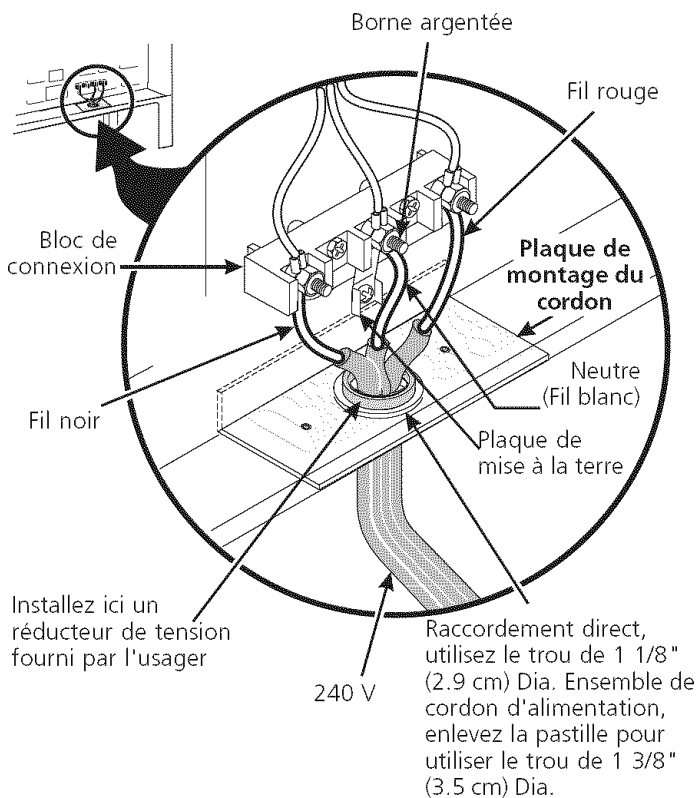

Figure 4
NOTE: L'appareil sort de l'usine avec un trou de 1 1/8" (2.9 cm) dia. tel que montré à la figure 4. Si un trou plus grand est requis, repoussez la pastille.
2. Utilisez les écrous fournis dans l'enveloppe littérature pour raccorder le neutre du cordon d'alimentation cuivré à la borne argentée située au centre du bloc de connexion, et raccordez les autres fils aux bornes extérieures. Assortissez les fils et les bornes conformément aux couleurs (branchez le fil rouge à la borne de droite, et le fil noir à la borne de gauche)(voir figure 4).
- Utilisez les écrous fournis dans l'enveloppe littérature pour raccorder le neutre (blanc) du cordon d'alimentation cuivré, à la borne argentée située au centre du bloc de connexion, et raccordez les autres fils aux bornes extérieures. Assortissez les fils et les bornes conformément aux couleurs (branchez le fil rouge à la borne de droite, et le fil noir à la borne de gauche) (voir figure 4).